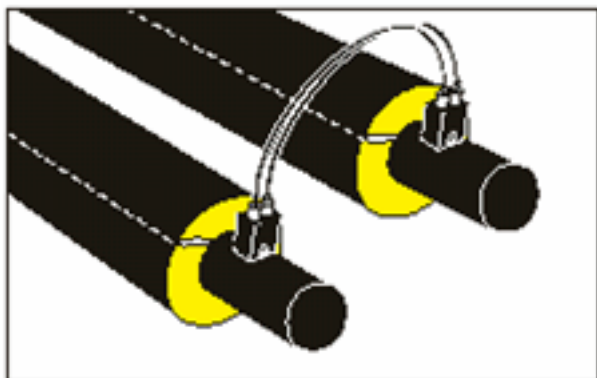

рис.20
3.6.4 В місцях закінчення трубопроводу в будівлях та спорудах при необхідності замикання вимірної петлі, використати двороз'ємну коробку (А-2-03) (рис.20).